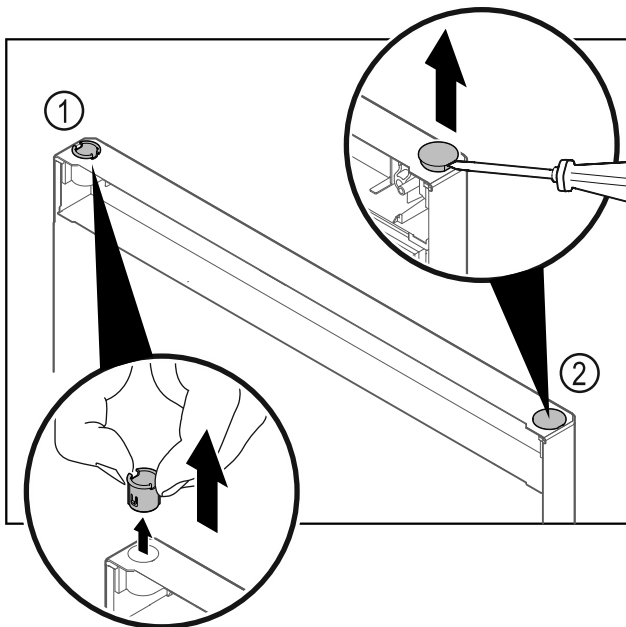

Fig. 25
- Tõmmake šarniiripuks Fig. 25 (1) sõrmedega välja.
- Tõstke katekork Fig. 25 (2) ettevaatlikult lapikkruvikeerajaga üles ja tõmmake välja.